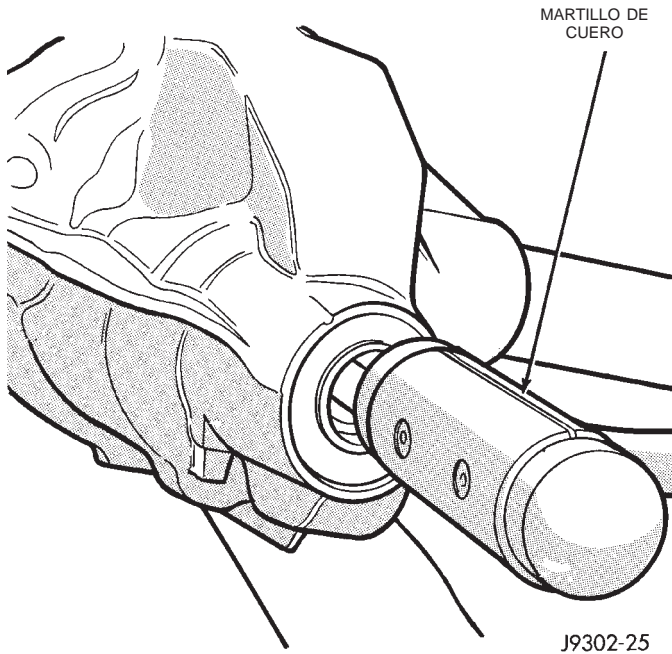

Fig. 46 Desmontaje del piñón satélite
(6) Retire el piñón satélite y el espaciador plegable del cárter (Fig. 46). Recoja el piñón con la mano para evitar que se caiga y se dañe.